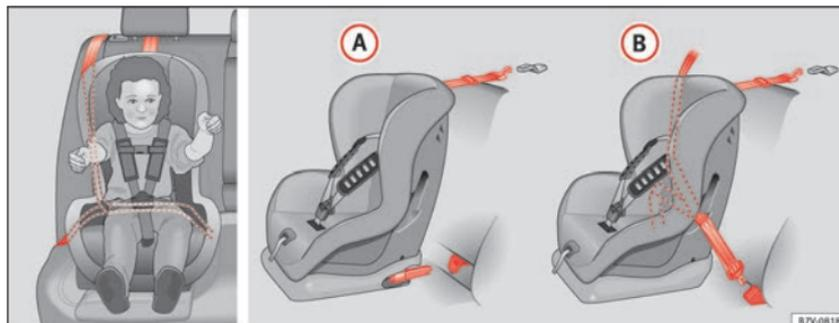

Fig. 24 Nos bancos traseiros: eventuais montagens da cadeira para crianças.
A figura » Fig. 24 (A) mostra a fixação básica do sistema de retenção para crianças com os anéis de fixação inferiores e o cinto de fixação superior. A figura » Fig. 24 (B) mostra a fixação do sistema de retenção para crianças com o cinto de segurança do veículo.